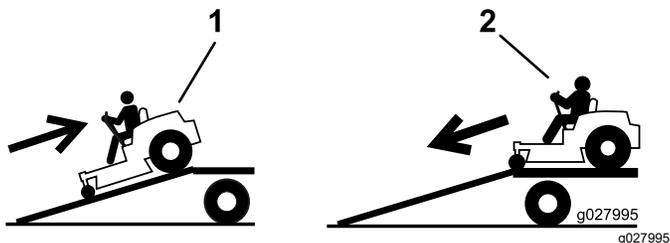

Рисунок 32
4. Перемещайте машину задним ходом при движении вверх по наклонному въезду (Рисунок 32).
2. Перемещайте машину передним ходом при движении вниз по наклонному въезду (Рисунок 32).